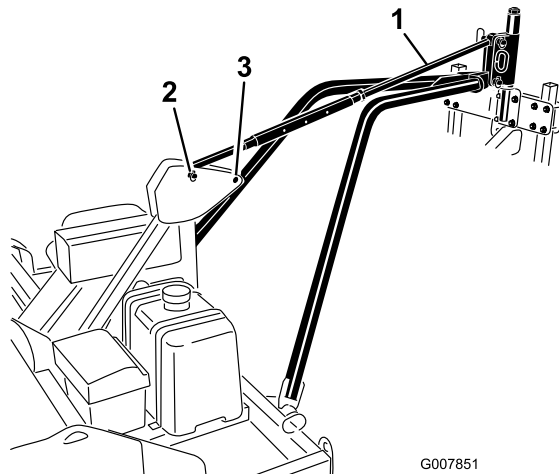

Figura 16
4. Allineare il foro della piastra di fissaggio del braccio di traino ai fori inferiori del perno girevole di attacco dell'arieggiatore (Figura 16).
5. Fissare la piastra di fissaggio del braccio di traino al perno girevole di attacco dell'arieggiatore con un perno di attacco e un acciarino (Figura 16).
girevole di attacco del telaio utilizzando i perni di traino e gli acciarini (Figura 16).